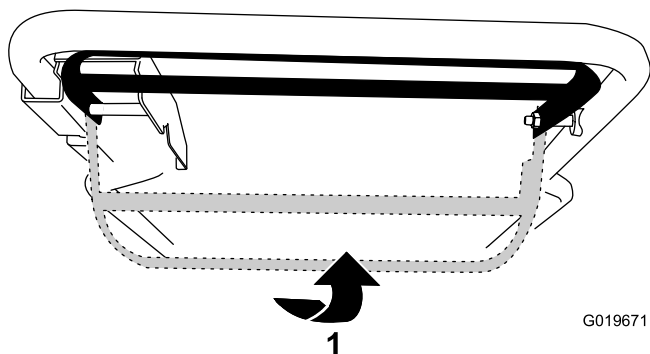

Figura 16
- **Per utilizzare la trazione automatica senza inserire la lama:** Sollevate la barra di comando della lama verso la stegola (Figura 16).